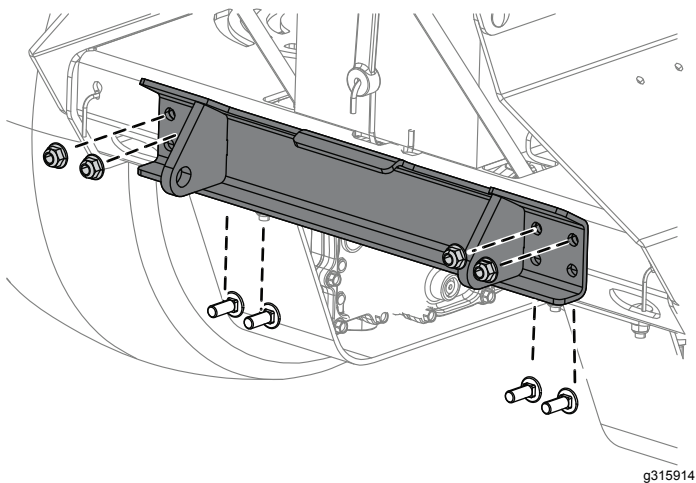

図 2
1. 芝刈り機の後下フレームにバックプレートを取り付けるボルト4本、ナット4個を使用する 図 2。